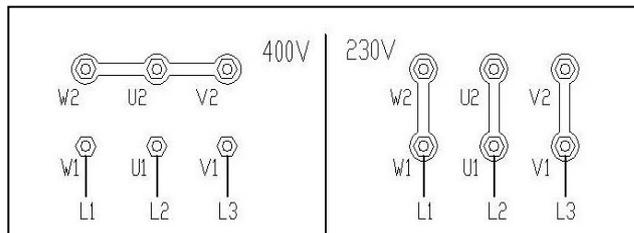

рис. 17
- если подъемник работает при 230V 3 фазы, измените соединение на трансформаторе и моторе. (**рис. 17**)